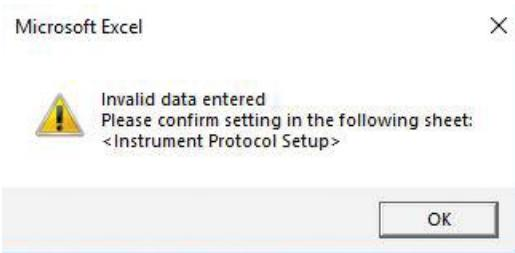

図 194 Microsoft® Excel® Invalid Data Entry Error Window
- c. 新しい protocol.xml ファイルを保存中に invalid data のエラーが発生すると、下記のエラーが表示されます。(図 194)